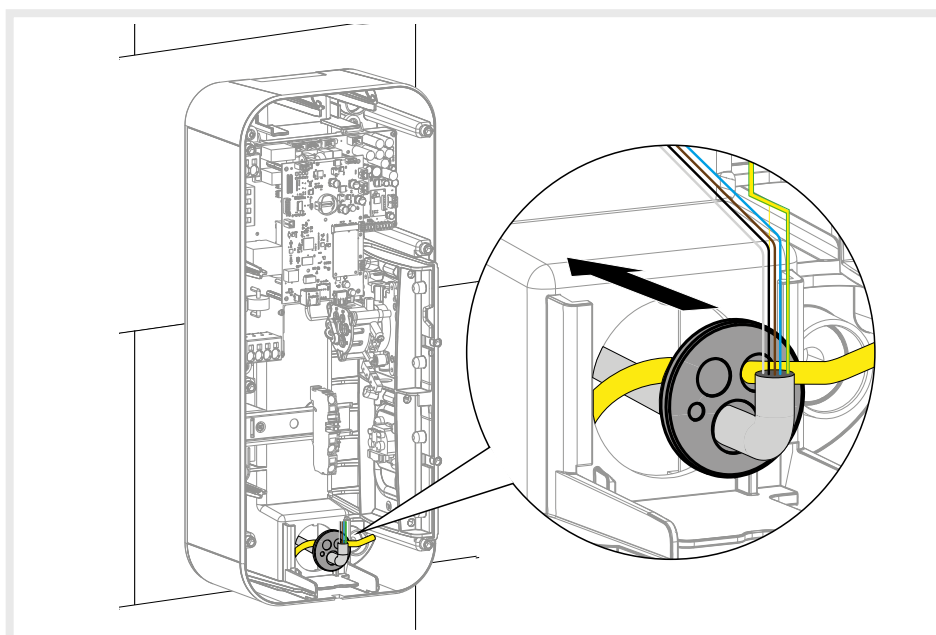

Bild 17: Leitungseinführung
- Netzanschlussleitung und Netzwerkleitung in das Gehäuse durch die Dichtungsmembran des Gerätes führen (Bild 17).
- Dichtungsmembran feststecken (Bild 17).
- Dichtungsmembran (3a, 3) feststecken (Bild 17).
- Dichtungsmembran (3b, 3) feststecken (Bild 17).